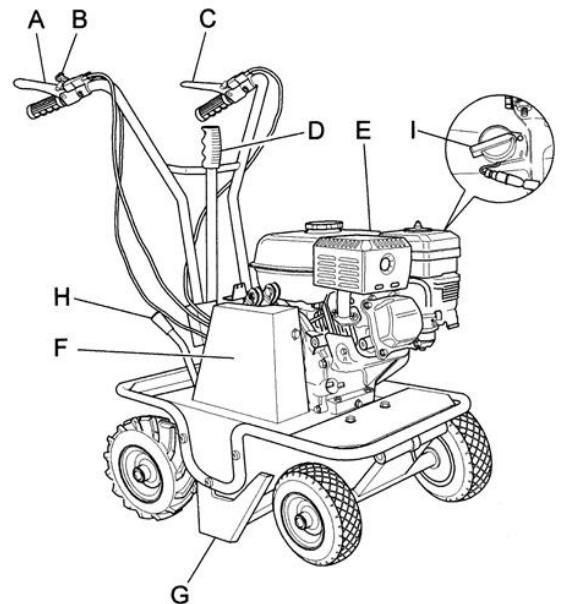
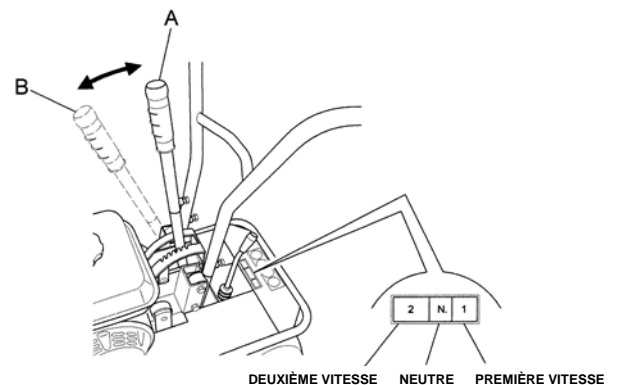

Fig. 1
Fig. 2
Ce levier sert à ajuster la hauteur de coupe selon le type de terrain et l'épaisseur du gazon à couper. (Fig.2 Ref. A)
La coque (Fig. 1, ref. F) empêche tout contact avec les pièces en mouvement de la machine. Il est strictement interdit de faire fonctionner l'appareil sans la coque.
**AVERTISSEMENT : Choisir la vitesse seulement après avoir désactivé l'embrayage d'avancement en relâchant le levier correspondant (fig. 1, ref. C).**
1. Mettre le levier de vitesse (fig.2) à la première vitesse
2. Activer le contrôle de la lame avec le levier correspondant (Fig. 1, ref. A)
3. Pour déplacer l'appareil, accélérer et activer l'embrayage d'avancement à l'aide du levier correspondant (Fig. 1, ref. C).
4. Pour choisir une autre vitesse, l'embrayage d'avancement et l'embrayage de la lame doivent avoir été désactivés en relâchant leurs leviers (Fig. 1, ref. C et Fig. 1, ref. A). Choisir ensuite la position AVANT souhaitée (fig. 2) à l'aide du levier de vitesse (Fig. 2), réactiver ensuite le levier de contrôle de l'embrayage d'avancement (Fig. 1, ref. C) pour remettre l'appareil en mouvement.
5. Pour immobiliser la lame, relâcher le levier correspondant (Fig. 1 ref. A)
6. Pour interrompre le mouvement avant de l'appareil, relâcher le levier correspondant (Fig.1, ref. C), éteindre ensuite le moteur en mettant l'interrupteur en position (O) tel qu'illustré sur la figure 1, ref. I.
- 2) Au départ, il est recommandé de régler l'appareil à une hauteur de coupe relativement élevée (à l'aide du levier correspondant ; figure 2, ref. A), et de l'abaisser graduellement selon les conditions.
- 3) Embrayer la lame (Fig. 1, ref. A) seulement après avoir mis l'appareil en marche et activé les vitesses.
- 4) Avant d'embrayer la lame (Fig. 1, ref. A), déplacer progressivement l'accélérateur (Fig. 1, ref. B) jusqu'à la vitesse souhaitée
- Enlever la lame (Fig.1 Ref. G) en suivant les instructions fournies dans la section intitulée « Retirer et remplacer la lame ».
Le frein de service (Fig. 9 Ref. A) est relié au levier de contrôle du déplacement vers l'avant (Fig. 1 Ref. C).